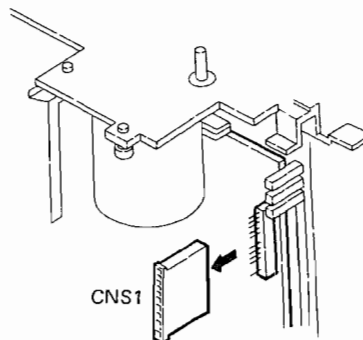

Figure 10-1
1. Remove one socket at the tuner P.W.B. See Fig. 10-1.
1. Die einzelne Steckbuchse an der Tuner-Leiterplatte entfernen. Siehe Abbildung 10-1.
1. Enlever une douille située sur la plaquette de montage imprimé du tuner. Voir la Figure 10-1.